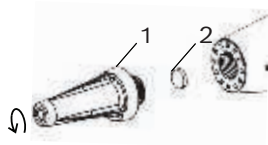

Fig. 12: Éléments de la sonde
- ! Pour assurer un parfait fonctionnement et une longue durée de la sonde, son filtre doit être remplacé lorsqu'il est visiblement sale ou lorsque le message de la Fig. 12 est affiché. Le CS LD 1.0 comptabilise le nombre d'heures d'utilisation et avertit l'utilisateur lorsque le moment est venu de remplacer le filtre.
- 📖 Le signal d'avertissement représenté sur la Fig. 12 s'affiche à la mise sous tension lorsque le temporisateur interne du CS LD 1.0 a comptabilisé environ 30 heures d'utilisation cumulée.
Lorsque le message 'Contrôler le filtre de la sonde' (Fig. 12) est affiché, l'utilisateur est invité à consulter les instructions suivantes dans ce guide d'utilisation.